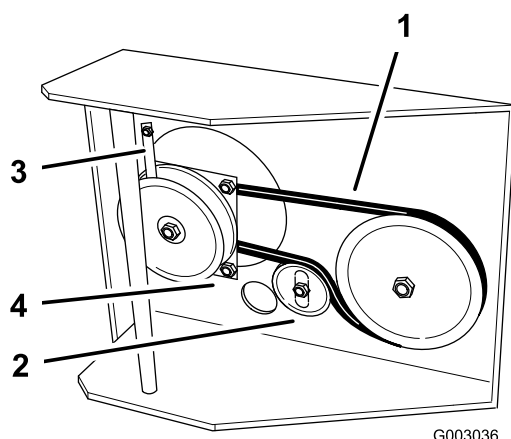

Figure 43
8. Décrochez le dispositif de retenue de l'embrayage et déposez le dispositif de retenue (Figure 43).
9. Desserrez le boulon de fixation de la poulie de tension pour pouvoir la bouger et enlevez la courroie de transmission de la poulie d'entraînement et de l'embrayage (Figure 43).
11. Accrochez le dispositif de retenue à l'embrayage et fixez-le au châssis avec le boulon de fixation du moteur (Figure 43).
12. Serrez le boulon de pivot à 19-24 Nm (170-220 po-lb) (Figure 43).